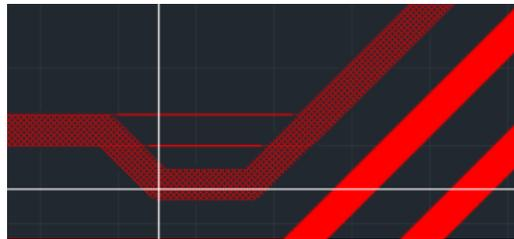

Рис. 294 Сброс ранее заданного скругления
2. Переместите курсор с зажатой кнопкой мыши. Скругление будет сброшено, а геометрия соединения смежных сегментов трека изменена, Рис. 294.